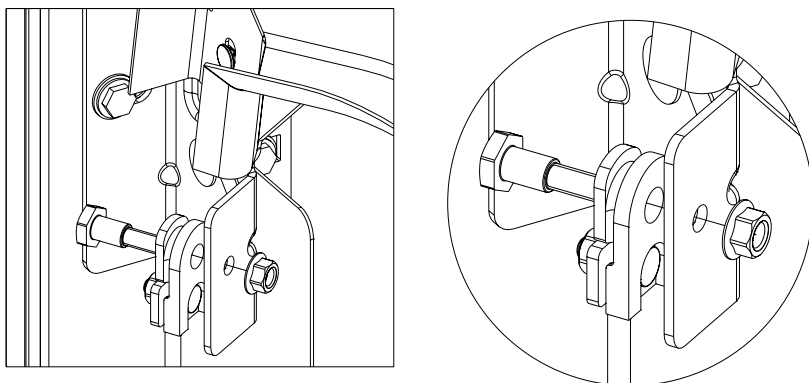

Fig. 12.7.
7) monter "rebstop" på hver vinkelprofil (fig. 12.7);